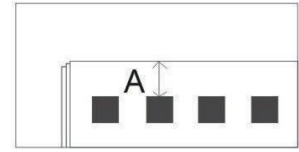

Abb. 1
- ▲ Entscheiden Sie sich für einen Randabstand (siehe Abb. 1)